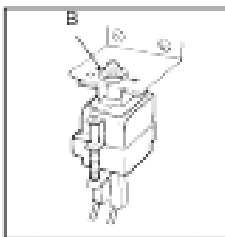

рис.8
- 3) Вытяните провода термостата и открутите крепление термостата (**В** - рис.8), прикрепленное на задней стороне панели управления;